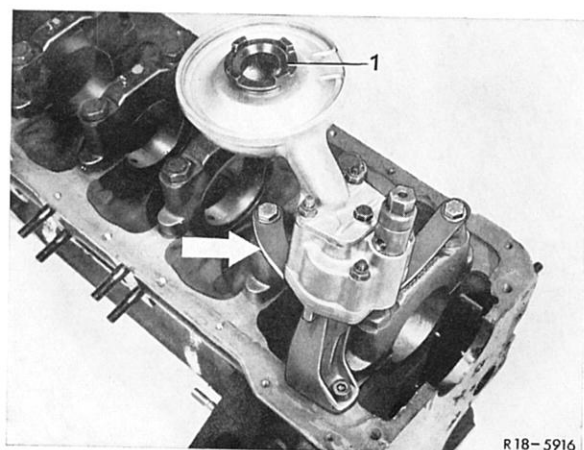

Bild 18-7/1
Mit Ausnahme des Typs 230/8 wird eine Ölpumpe mit erhöhter Förderleistung (Ölpumpenräder von 28 auf 30 mm verbreitert) eingebaut. Außerdem wurde eine zweite Halterung (Pfeil im Bild 18-7/1) angebracht und der Saugkorb mit einem Ausgleichstück (1) versehen (siehe auch Arb.-Nr. 18-6).